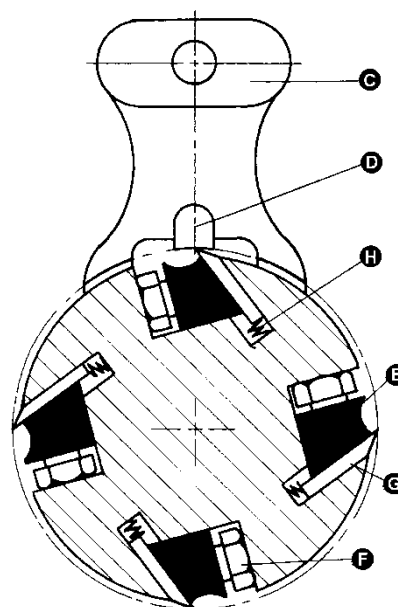

Рис. 20
3. Для проверки и регулировки ножей используйте шаблон (см. Рис. 20, 21), проверьте все четыре ножа. Ножи должны касаться нижнего края центрального выступа шаблона.
4. Если требуется регулировка одного или более ножей, немного ослабьте прижимную планку ножа (Е, см. Рис. 20), повернув шесть стопорных винтов (F, см. Рис. 20) на прижимной планке. Поверните винты так, чтобы только ослабить прижим ножей в посадочном пазу вала, не нарушая установку и положение самих ножей. Сделайте это для всех четырех ножей одновременно.
5. Поместите шаблон на нож (G, см. Рис. 20), продолжайте ослаблять стопорные винты (F, см. Рис. 20), пока пружины (H, см. Рис. 20) не начнут поднимать нож. Когда нож коснется центрального выступа (D, см. Рис. 20) зафиксируйте прижимную планку, немного закрутив шесть стопорных винтов (F, см. Рис. 20) в пазу.
7. После того, как все четыре ножа закреплены винтами, туго закрутите шесть стопорных винтов (F, см. Рис. 20, 21) первого ножа в пазу, начиная с винтов по краям, затем центральные винты, пока нож не будет надежно закреплен в строгальном
3. Чтобы снять нож, ослабьте прижимную планку (E, см. Рис. 20), повернув шесть стопорных винтов (F, см. Рис. 20) на прижимной планке. Снимите прижимную планку (E, см. Рис. 20), нож (G, см. Рис. 20) и пружины (H, см. Рис. 20).
8. Поместите на нож шаблон (C, см. Рис.20).
9. Придерживая шаблон на ноже, ослабьте все шесть стопорных винтов (F, см. Рис. 20), поворачивая их на прижимной планке (E, см. Рис. 20), пока режущий край не коснется выступа (D, см. Рис. 20) на шаблоне. Зажмите прижимную планку, закрутив обратно шесть стопорных винтов в пазу.
11. После того, как все четыре ножа закреплены винтами, поставьте на место и закрутите шесть стопорных винтов (F, см. Рис. 20) в пазу, начиная с винтов по краям, затем центральные винты, пока нож не будет надежно закреплен в валу. Таким же образом затяните три оставшихся ножа.